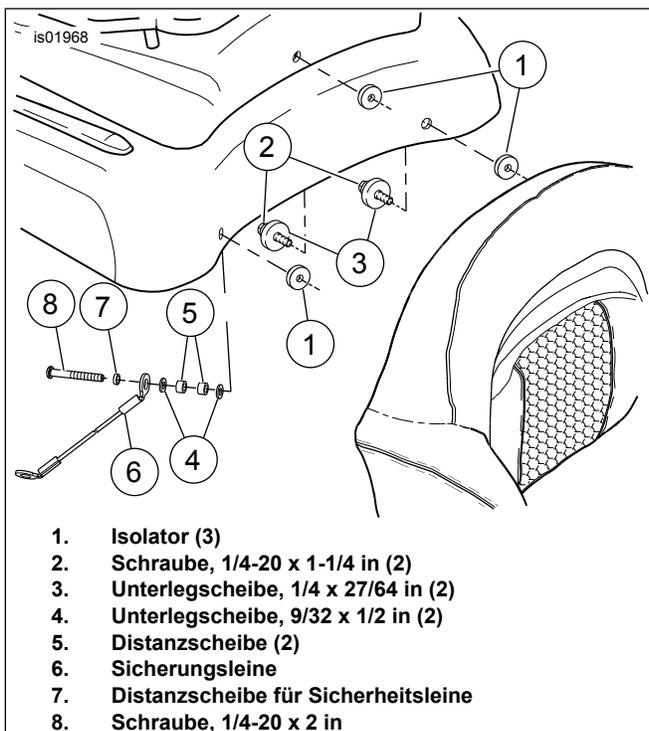

Abbildung 4. Einbau der Rückenlehne
Für Schritte 1 bis 4 siehe Abbildung 4.
2. Drei Isolatoren (1) in die drei Rückenlehnen-Befestigungslöcher im Tour-Pak-Deckel einsetzen.
3. Die Tour-Pak-Rückenlehne mit zwei Schrauben (2) und Unterlegscheiben (3) am Tour-Pak-Deckel befestigen. Die Schrauben mit einem Drehmoment von 2,8 N·m (25 in-lbs) anziehen.
4. Die Schraube (8) in der in Abbildung 4 dargestellten Reihenfolge durch die Sicherheitsleinen-Distanzscheibe (7), die Sicherheitsleine (6), zwei Kunststoff-Distanzscheiben (5) und zwei Unterlegscheiben (4) in die Rückenlehne eindrehen. Die Schraube mit einem Drehmoment von 2,8 N·m (25 in-lbs) anziehen.